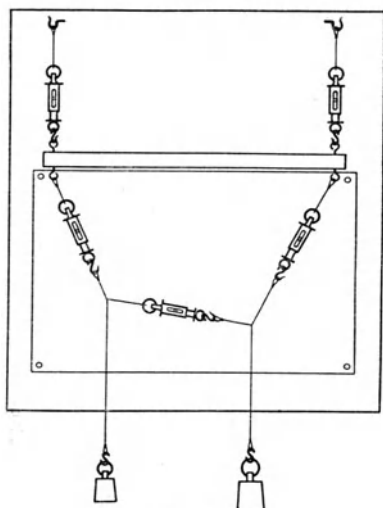

Fig. 45.
**Anleitung.** a) Schraube an dem obern Rande des Wandbretts zwei lange Haken in dem Abstand ein, der gleich der Entfernung der Stabösen ist, hänge mit Schnurschleifen die Ringe der beiden Federwagen (bis 4 kg\*) daran und an deren Haken den Stab. Stelle aus Schnüren, drei Federwagen (bis 5 kg\*) und den beiden Gewichtstücken die Anordnung her, die in Fig. 45 abgebildet ist. Stab, Wagen, Schnüre und Gewichte dürfen das Brett nicht berühren.